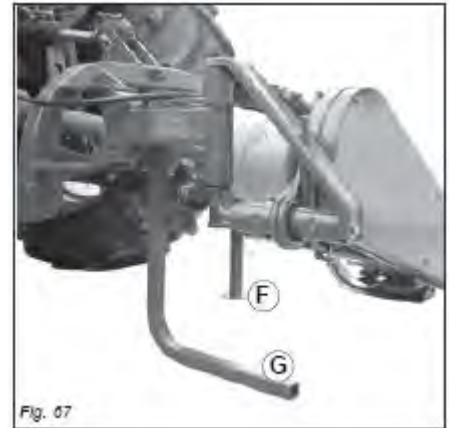

Fig. 67
- # Till sist, förvara maskinen på en torr plats där den står säkert så att inga personer kan komma till skada. slätterbalken måste stå på ett plant jämnt underlag samt ska stödbenen (F & G, Fig.67) vara nerfällda som bilden visar.